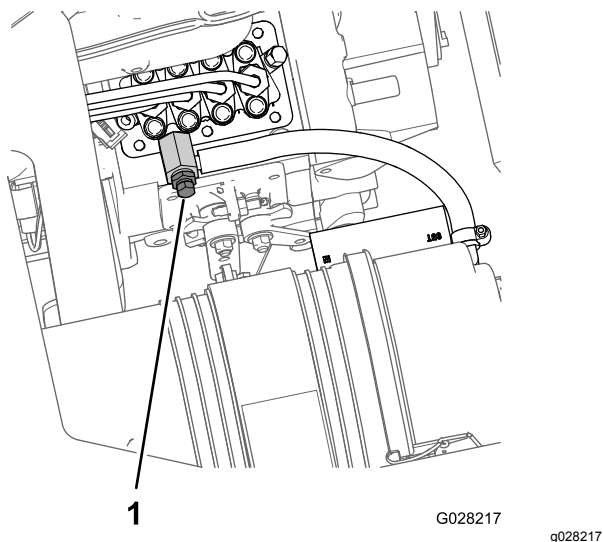

Figura 76
8. Allineate la bacinella di spurgo sotto la porzione della pompa di iniezione del carburante del motore (Figura 76).
9. Aprite la vite di spurgo dell'aria nella pompa di iniezione del carburante (Figura 76).
11. Lasciate la chiave in posizione di ACCENSIONE fino a quando non fuoriesce un flusso costante di carburante attorno alla vite di spurgo (Figura 76).
12. Serrate la vite di spurgo (Figura 76) e girate la chiave sulla posizione di SPEGNIMENTO.